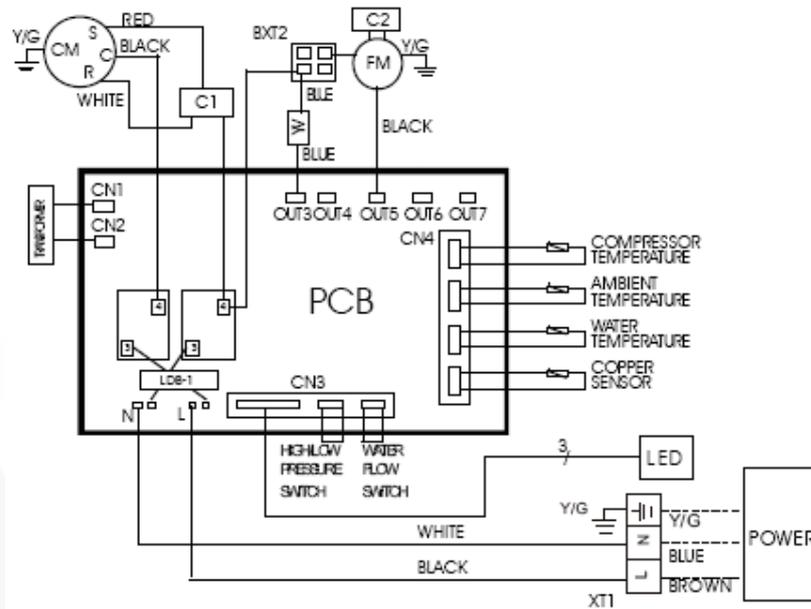
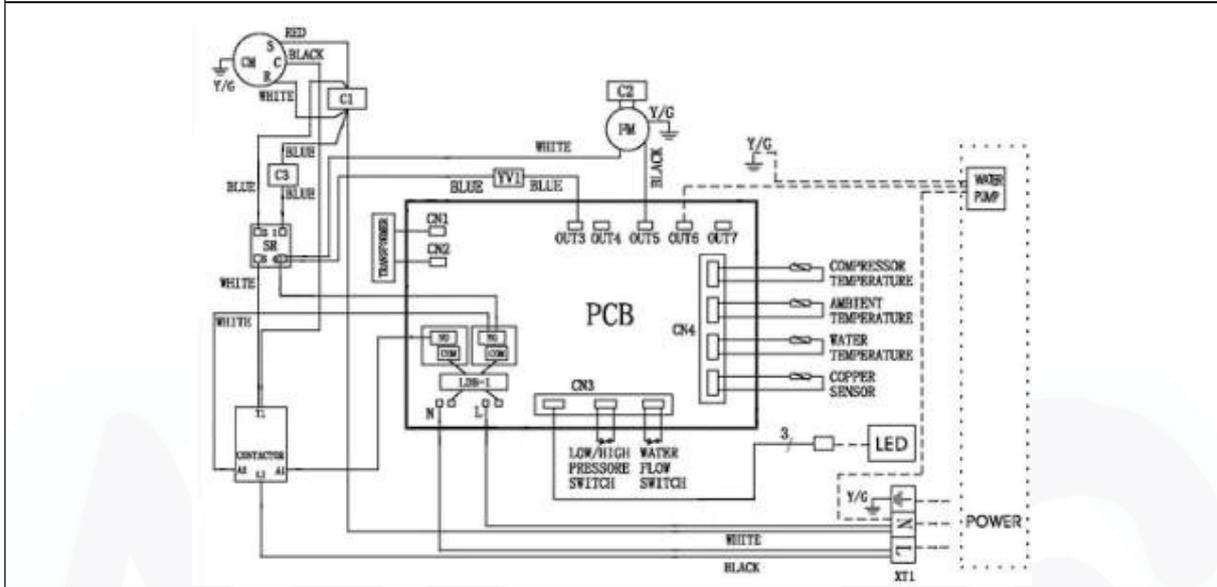

Abbildung 9: Klemmen für den Anschluss an das Stromnetz.
Abbildung 10: Schaltplan.
Die elektrischen Anschlüsse müssen wie auf dem Schaltplan auf Abbildung 10 gezeigt vorgenommen werden.
- Klemmen Sie das Kabel für den Anschluss an das Stromnetz von den Klemmen ab, siehe Abbildung 9 und Abbildung 10.